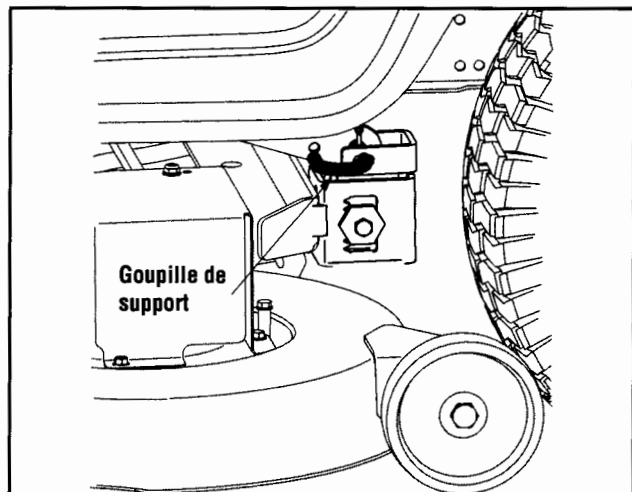

Figure 18
- Placez-vous sur la gauche du tracteur et localisez la goupille de support du plateau de coupe sur le côté arrière gauche du plateau de coupe. Voir la Figure 18.